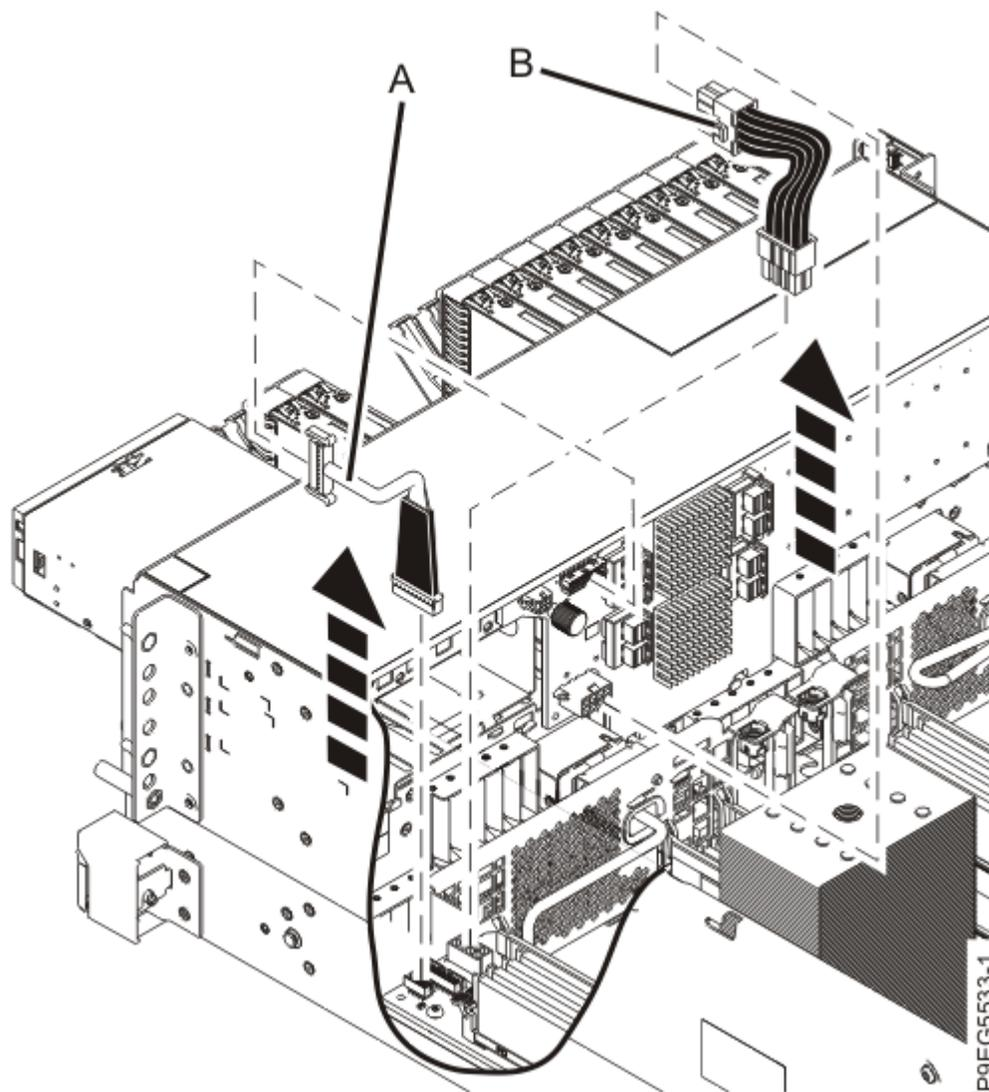

Figura 94. Desconectando o cabo de sinal e o cabo de energia
3. Etiquete e desconecte o cabo de energia **(B)** do painel traseiro da unidade de disco conforme mostrado na Figura 94 na página 108.